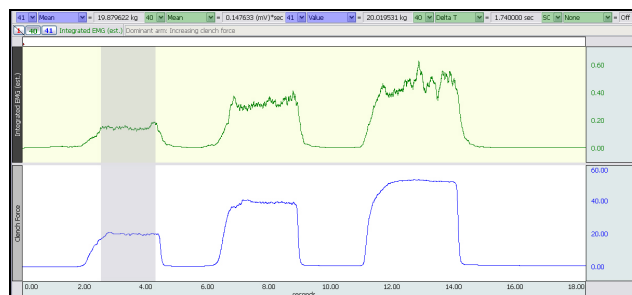

Fig. 2.17 Vista de la primera contracción seleccionada
- Use el cursor-I para seleccionar un área en la fase plateau del primer apretón (Fig. 2.17).